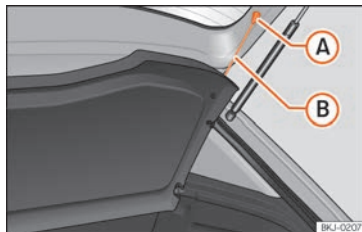

Abb. 136 Im Gepäckraum: Gepäckraumabdeckung aus- und einbauen.
- Hängen Sie die Haltebänder »» (Abb. 136) B aus den Aufnahmen A aus.
- Hängen Sie die Haltebänder »» (Abb. 136) B an der Heckklappe ein.